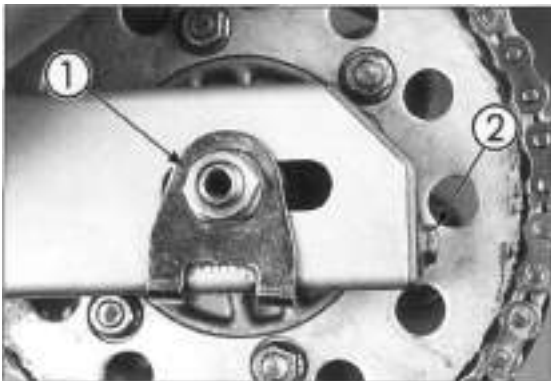

Bild 38
- Zum Korrigieren des Durchhangs Hinterachsmutter ① Bild 38 lockern. Spanschrauben ② jeweils um gleiche Anzahl von Umdrehungen weiterdrehen, bis Kette korrekten Durchhang erreicht.